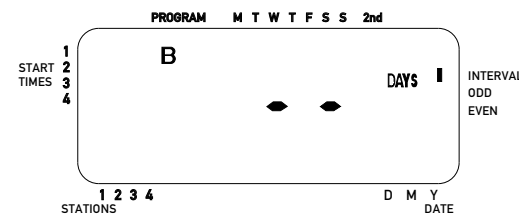

Figure 7: Affichage ACL indiquant les intervalles d'arrosage
- Tournez le cadran rotatif à WATERING INTERVAL. Le curseur clignote à gauche du mot Interval. [Voir figure 7]